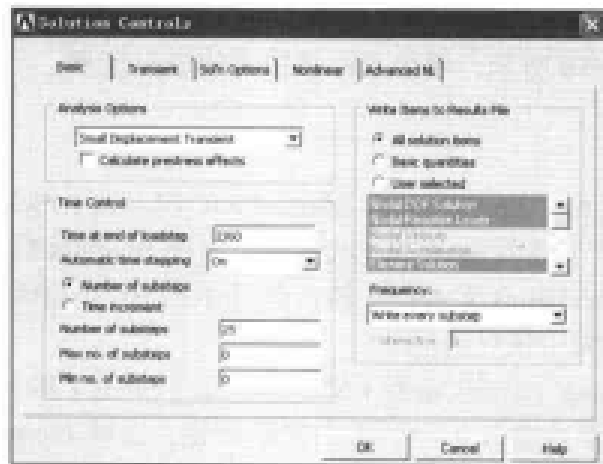
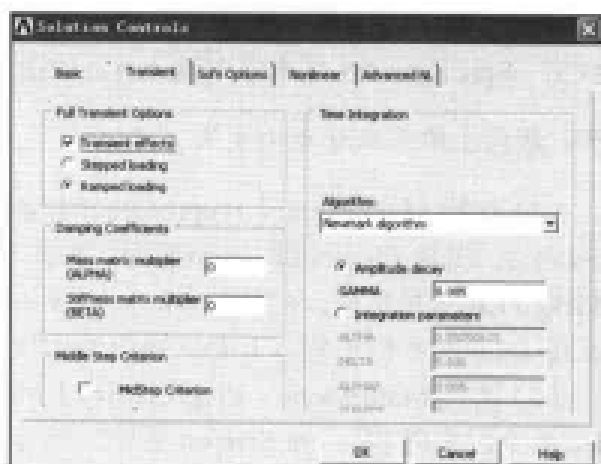

图 10-58 求解控制基本选项设置选项卡
图 10-59 求解控制瞬态选项设置选项卡
(1) 选择 Main Menu | Solution | Analysis Type | New Analysis 命令, 出现 New Analysis 对话框, 选择分析类型为 Transient, 单击 OK 按钮, 出现 Transient Analysis 对话框, 在 Solution method 选项组中选中 Full 单选按钮, 单击 OK 按钮关闭该对话框。
(2) 选择 Main Menu | Solution | Analysis Type | Sol'n Controls 命令, 出现 Solution Controls 对话框, 选择 Basic 选项卡, 参照图 10-58 对其进行设置, 选择 Transient 选项卡, 参照图 10-59 对其进行设置, 单击 OK 按钮关闭该对话框。